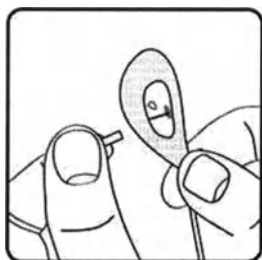

Рис.64.
6. Возьмите катетер инфузионного набора в руку, как показано на Рис.64. Снимите с иглы защитный колпачок. Отсоедините от фиксирующего материала защитную пленку.